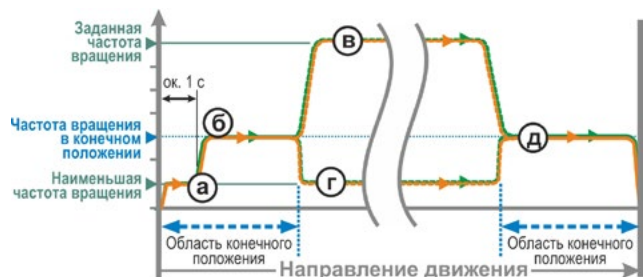

Рис. 1: Скорость вращения в конечном положении, „нормальный ход“
- из конечного положения с наименьшей скоростью примерно 1 секунду (рис. 1: участок а) и затем переключается на скорость вращения в конечном положении, см. б;